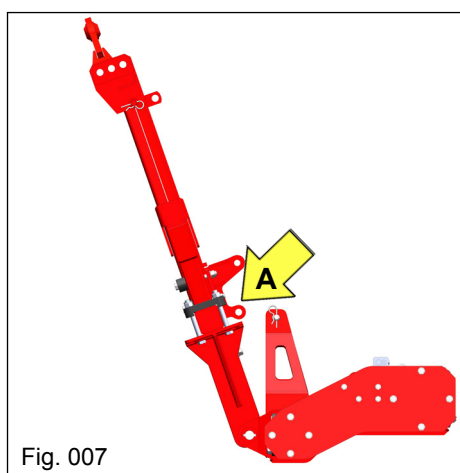

Fig. 007
- 1) Solte o pino de engate "A" (Fig. 007) que fixa o cabeçalho no ponto superior do chassi;